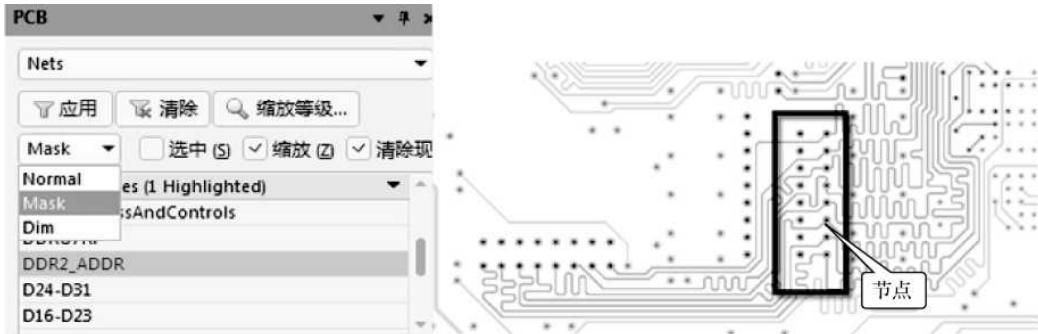

图 10-116 Mask 工具
(2) 找到菊花链中连接的节点（常见为过孔），进行锁定操作。
(3) 复制 3 个版本的 PCB，如图 10-116 所示，利用网络的 Mask 工具过滤出菊花链的某个网络类，绕线前端时，可以框选后端走线进行删除，这样就转换为点到点绕线，然后在另外一个备份 PCB 中反向操作，最后综合到完成版本上即可。